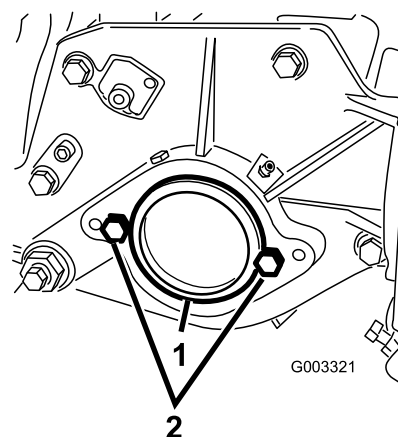

Figura 11
2. Na extremidade direita da unidade de corte, retire o tampão de plástico da caixa de rolamentos (Figura 11).
3. Retire os 2 parafusos da placa do lado direito (Figura 11).
2. Parafuso (2)
5. Instale os 2 parafusos de montagem do motor do cilindro na placa do lado esquerdo da unidade de corte (Figura 11).